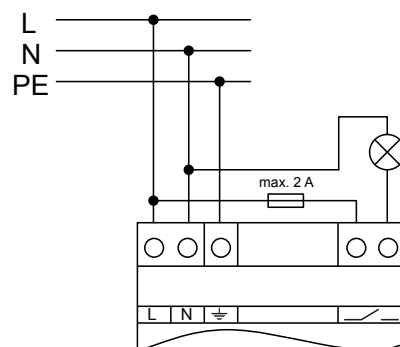

Bild 5: Anwendungsbeispiel – Meldelampe zur optischen Betriebsanzeige
- Meldeeinrichtung entsprechend Anschlussbeispiel (siehe Bild 5) anschließen.